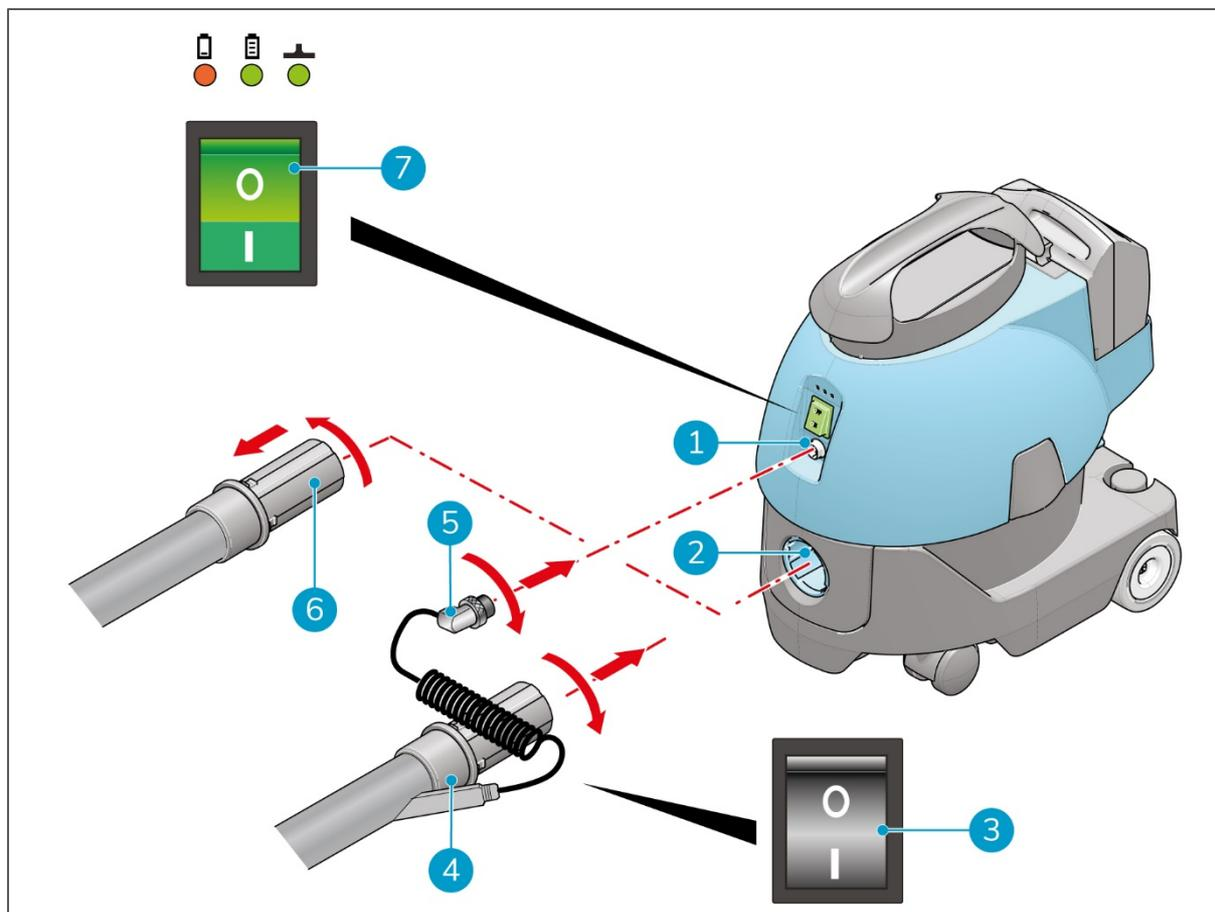

Figure 20
1. Faites tourner le tuyau de l'équipement standard en sens antihoraire (Figure 20, pos. 6).
3. Insérez le tuyau de l'i-brush (Figure 20, pos. 4) dans le raccord de tuyau (Figure 20, pos. 2).
5. Insérez la fiche de l'i-brush (Figure 20, pos. 5) dans la prise de l'i-vac 5B (Figure 20, pos. 1) et serrez la bague de la fiche.
6. Appuyez sur l'interrupteur ON/OFF (Figure 20, pos. 7) pour allumer l'i-vac 5B.
7. Appuyez sur l'interrupteur ON/OFF (Figure 20, pos. 3) pour allumer l'i-brush.
1. Appuyez sur l'interrupteur ON/OFF (Figure 20, pos. 3) pour éteindre l'i-brush.
2. Appuyez sur l'interrupteur ON/OFF (Figure 20, pos. 7) pour éteindre l'i-vac 5B.